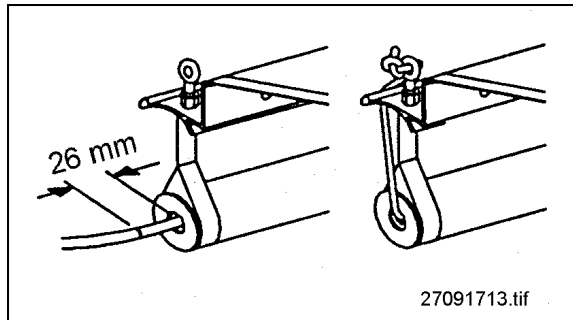

Abb. 14: Straffen der Abdeckplane
15. Abdeckplane aufrollen und überhängen lassen. Das Gummiband ziehen bis jeder Überhang an der Aufrolleinheit beseitigt ist. Das Gummiband ca. 25 mm vor der Aluminiumkappe markieren und bis zur Markierung durch den Augenbolzen ziehen und verknoten. Das überschüssige Gummiband abschneiden und die ausgefranst Enden verschmelzen. (s. Abb.14)